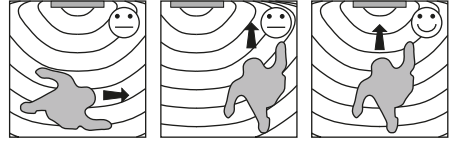

Figure 3: Direction de mouvement
- Tenir compte de la direction de mouvement (voir figure 3).